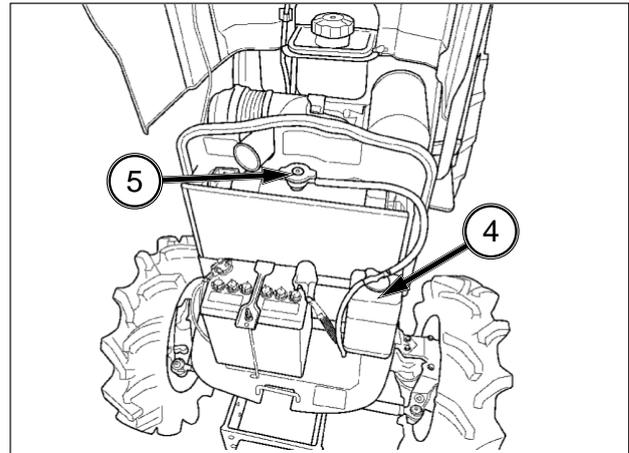

FIG. 100
FIG. 100: El radiador incluye un vaso de expansión (4) para mantener constante el nivel del líquido de refrigeración en el radiador. Compruebe el nivel de este vaso de expansión durante la inspección diaria.